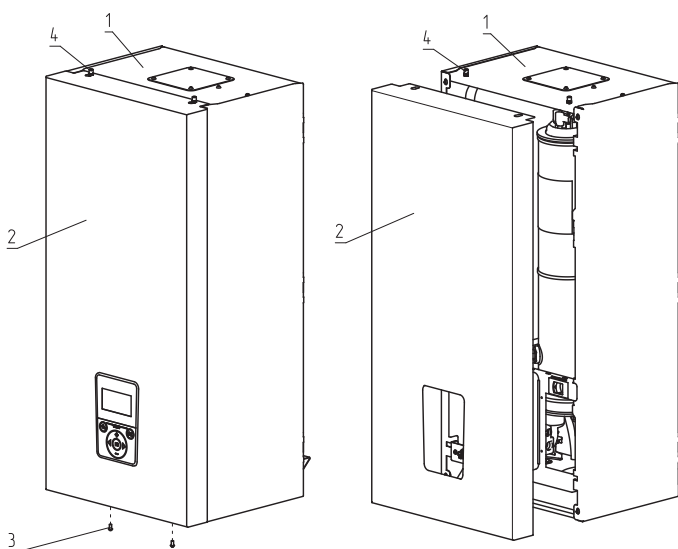

Рис. 8 Снятие кожуха
- Выкрутить болты крепления (Рис. 8, поз. 3);
- Переместить кожух вверх, сняв с зацепов (Рис. 8, поз. 4);